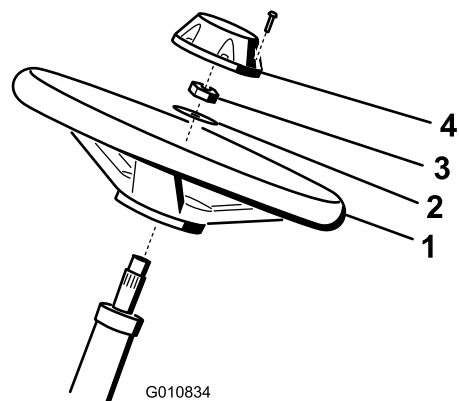

Figura 3
1. Deslice el volante sobre la columna de dirección (Figura 3).
2. Deslice la arandela sobre la columna de dirección (Figura 3).
3. Sujete el volante a la columna (Figura 3) con una contratuerca y apriétela a entre 27 y 35 N·m.
4. Sujete el embellecedor al volante con el tornillo (Figura 3).